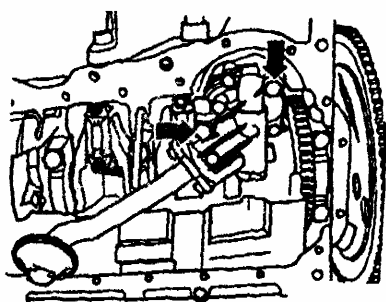

图 4-106 拆卸机油泵
(4) 利用装配吊架慢慢降下副车架，撤出装配吊架。
(5) 向下摆动防侧倾稳定杆，松开图 4-106 箭头所示的螺栓。向下压副车架，拆下机